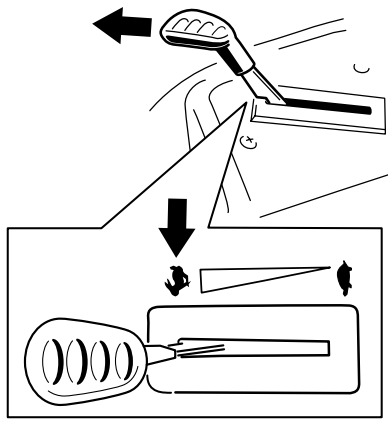

Figura 19
**Nota:** Siempre engrane las cuchillas con el acelerador en la posición de RÁPIDO (Figura 19).